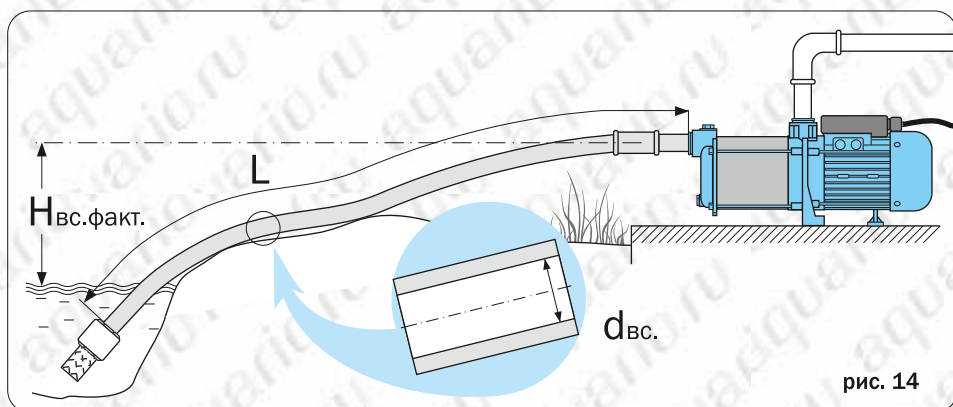

рис. 14
**Ключевые параметры всасывающей магистрали** (рис. 14):